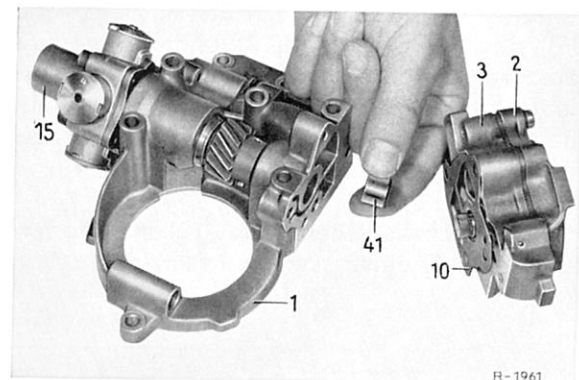

Bild 27-16/2
1 Lösen und Herausdrehen der vier Zylinderschrauben (13), mit denen das Pumpengehäuse an den Lagerdeckel (1) geschraubt ist (Bild 27-16/1).
triebswelle (36) mit der Antriebswelle der Sekundär- und Reglerpumpe verbindet (Bild 27-16/2).